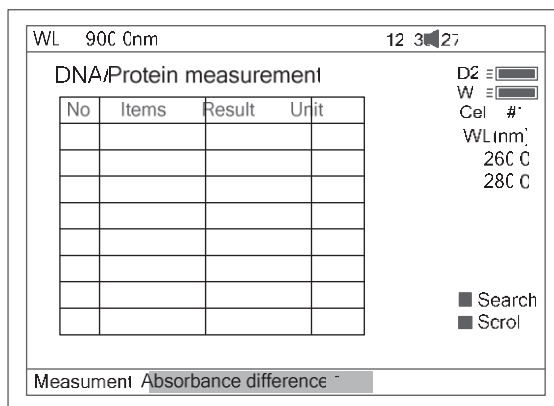
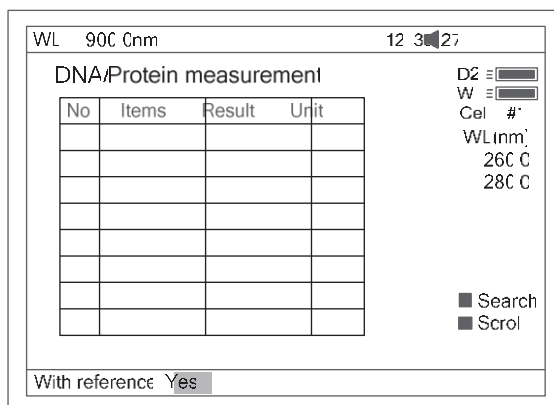

Fig 61
Fig 62
1. Si desea usar un algoritmo más simple o diferente, puede introducir sus propios valores para f1-f4. Pulse **F1** para fijar f1-f4. Introduzca el valor pulsando el teclado numérico (Fig 61).
2. Pulse **F2** para seleccionar el modo de ensayo. “Diferencia de Absorbancia 1” es para ensayos a LO de 260nm, 280nm y 320nm (opcional), y “Diferencia de Absorbancia 2” es para ensayos a LO de 260nm, 280nm y 320nm (opcional, Fig 61). Seleccione entonces con/sin referencia. Si seleccionó con referencia (no), la ref. A será “0” (Fig 62).